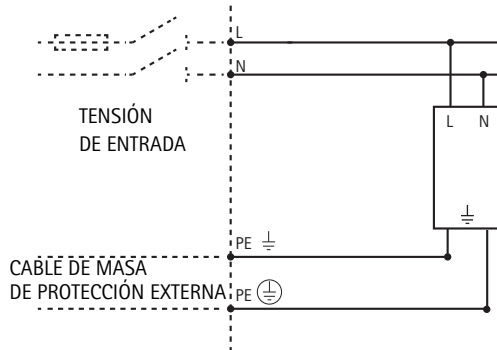

Fig. 4
**Solo versión internacional.** Vea la Fig. 4.